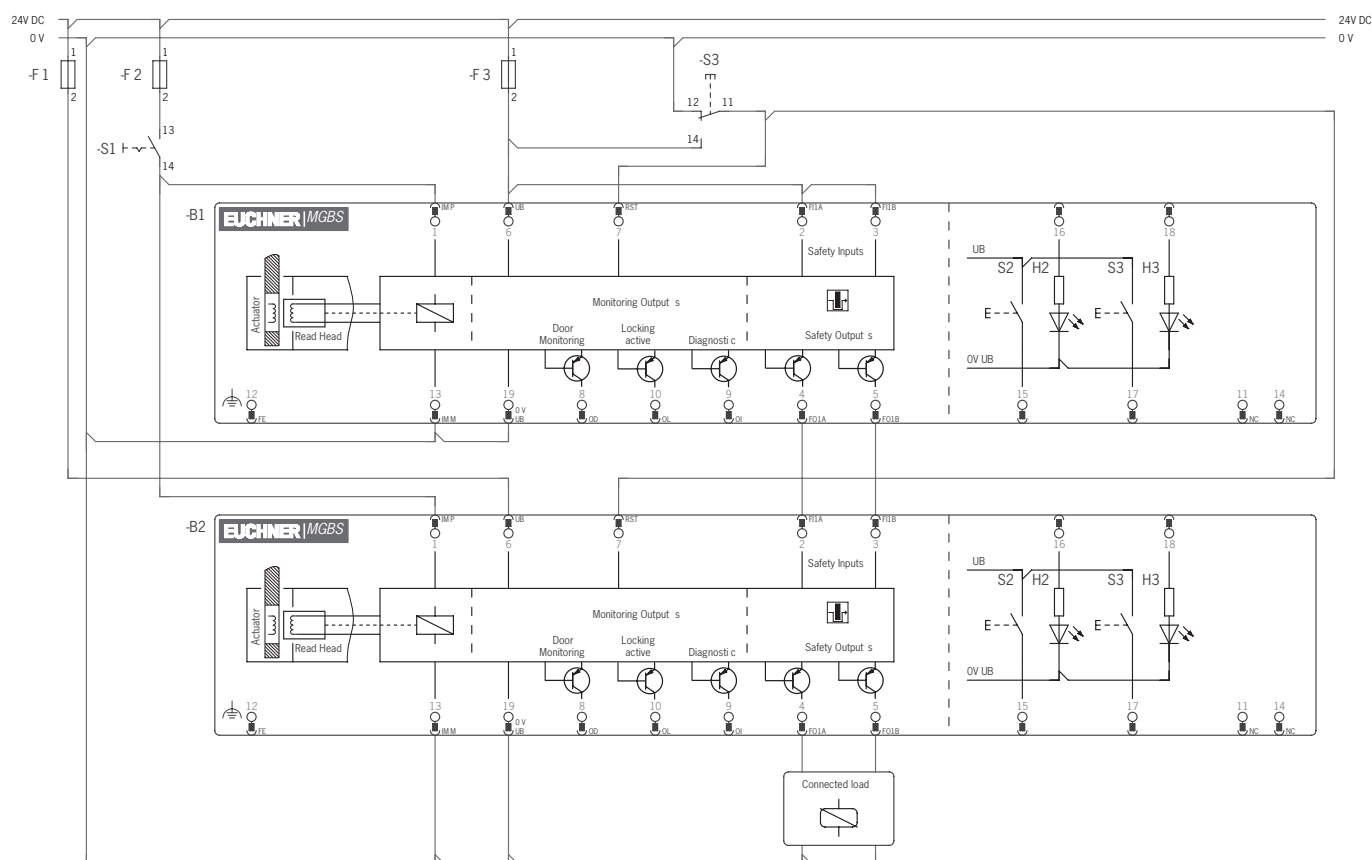

Fig. 6: Esempio di collegamento per una catena di finecorsa, esecuzione con connettore M23
- Si dovrà utilizzare un segnale comune per tutti i moduli di ritenuta di una catena. Questo potrebbe provenire da un deviatore oppure dall'uscita di un sistema di controllo. Un pulsante, in questo caso, non è idoneo poiché durante l'esercizio il reset deve sempre essere applicato a GND (vedere finecorsa S3 alla Fig. 6 a pagina 34).
Perché questo sia possibile, l'ingresso RST deve essere collegato come illustrato alla *Fig. 6 a pagina 34*.